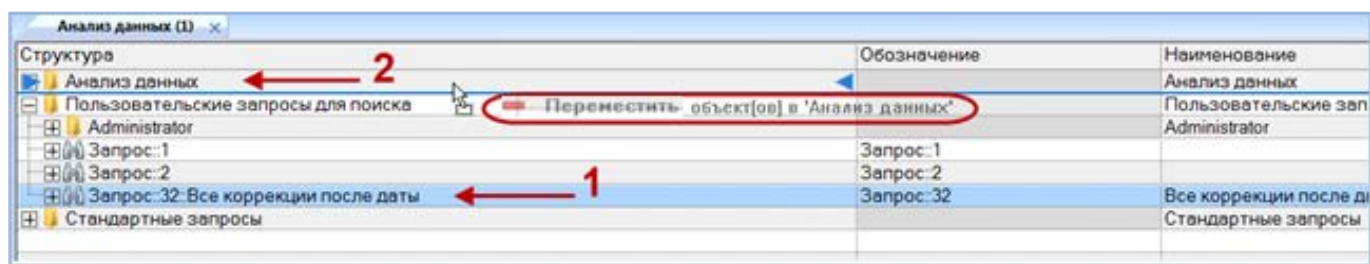

Рис. 7-10 – Перемещение запроса в папку
2) Выделить запрос в рабочем окне «Анализ данных». Для выделения нескольких объектов используются клавиши CTRL и SHIFT (1 на рис. 7-10).
3) Удерживая клавишу CTRL, переместить с помощью мыши выделенные запросы в нужную папку. Появится подсказка вида «– Переместить X объект(ов) в ...». Отпустить кнопку мыши (2 на рис. 7-10).